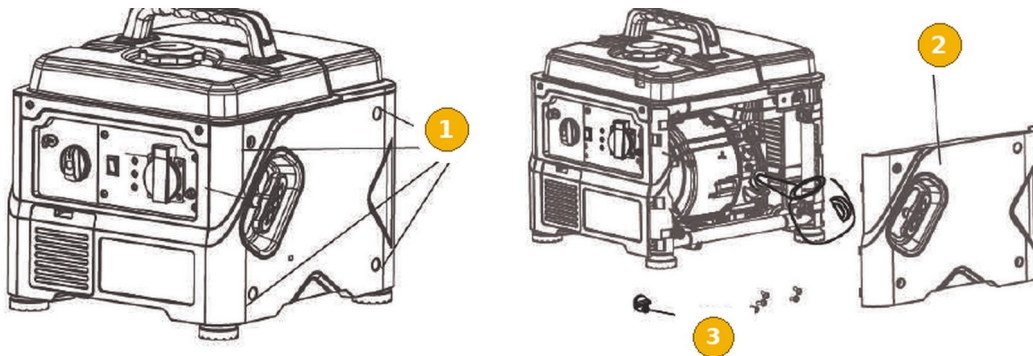

FIG. 5 — Tornillos (1), tapa lateral (2) y tapón de llenado de aceite (3)
- 3) Retire los tornillos y la tapa lateral de mantenimiento (FIG. 5).